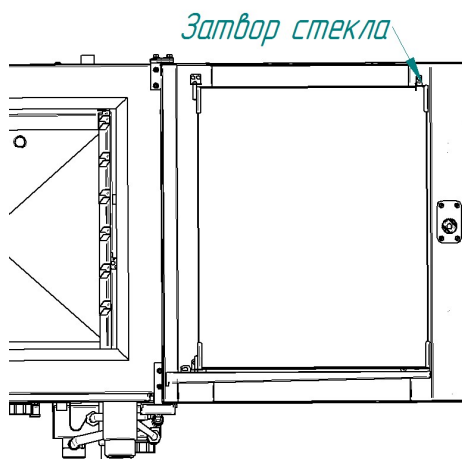

Рис.26 Месторасположение затвора внутреннего стекла двери
- по мере необходимости, поверните затвор стекла двери и откройте внутреннее стекло (см. рис.26).